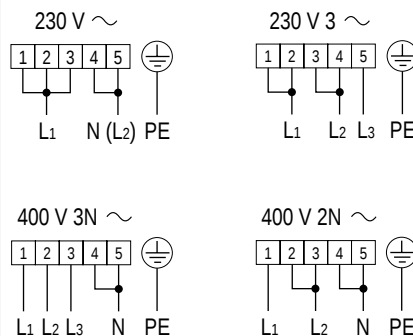

Fig. 9.4
- Per la cucina **6P1E** posizionare i cavallotti **"C"** sulla morsettiera **"B"** (Fig. 9.2) secondo lo schema di fig. 9.4.